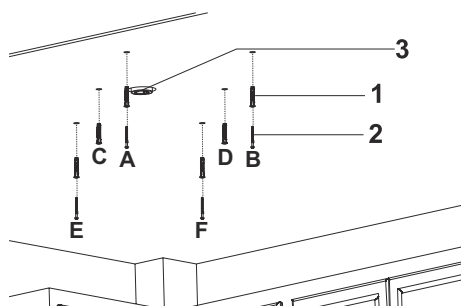

Fig. 10
2. Sæt nu rawplugs i hullerne der er boret ud (Fig. 10).
Få monteret 5,5 x 60 skruer i rawplugs på A,B,E,F (Fig. 10).
Tag hensyn til placering af strømodtag i forhold til monteringskabelonen (Fig. 10).